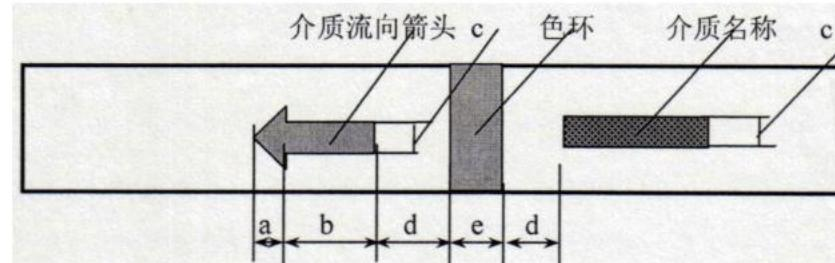

图2.1 管道的色环、介质名称和介质流向箭头的位置和形状
- (1) 管道的弯头、穿墙处及管道密集、难以辨别的部位，必须涂刷色环、介质名称及介质流向箭头。
- (2) 管道的色环、介质名称和介质流向箭头的位置和形状如图2.1所示，图中的尺寸数值见表1.1，介质流向箭头的尖角为60°C。